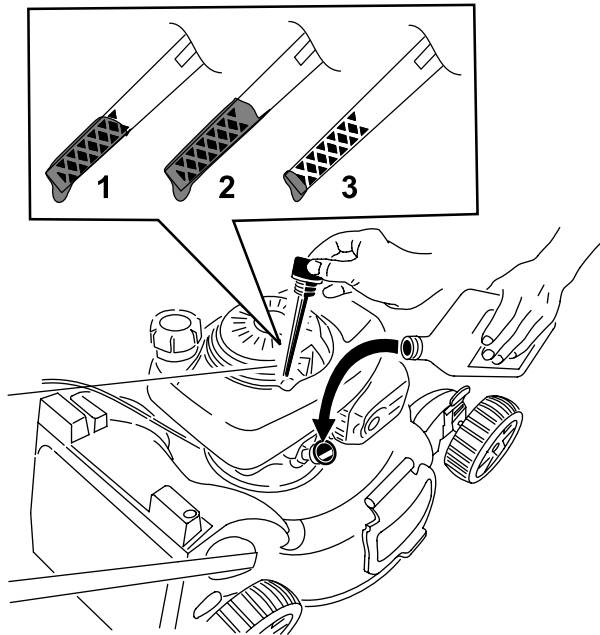

Figure 16
2. Tournez le bouchon dans le sens antihoraire et sortez la jauge (Figure 16).
5. Relevez le niveau d'huile indiqué sur la jauge (Figure 16).
- Si le niveau d'huile est trop bas, (Figure 16), versez avec précaution une petite quantité d'huile détergente SAE 30 ou SAE 10W-30 dans le tube de remplissage, attendez 3 minutes puis répétez les opérations 3 à 5 jusqu'à ce que le niveau d'huile correct soit atteint.
- Si le niveau d'huile est trop élevé (Figure 16), vidangez l'excédent d'huile jusqu'à ce que la jauge indique le niveau correct ; voir Vidange de l'huile moteur (page 19).